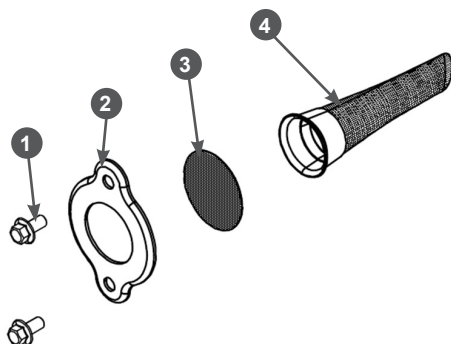

Рис. 18. Обслуживание искрогасителя
1. Открутите болты 1 крепления и снимите крышку 2 (Рис. 18).
2. Извлеките сетки 3 и 4 искрогасителя (Рис. 18).